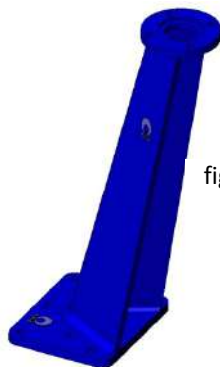

fig. 10
- Colonne de manœuvre inclinée (fig. 10)